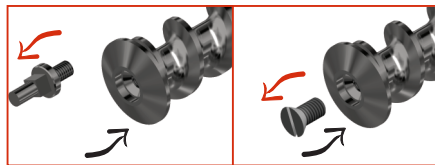

Figura 6
3.2.2 Substitua o pino do caracol (32) pelo parafuso (30) conforme *figura 6*.